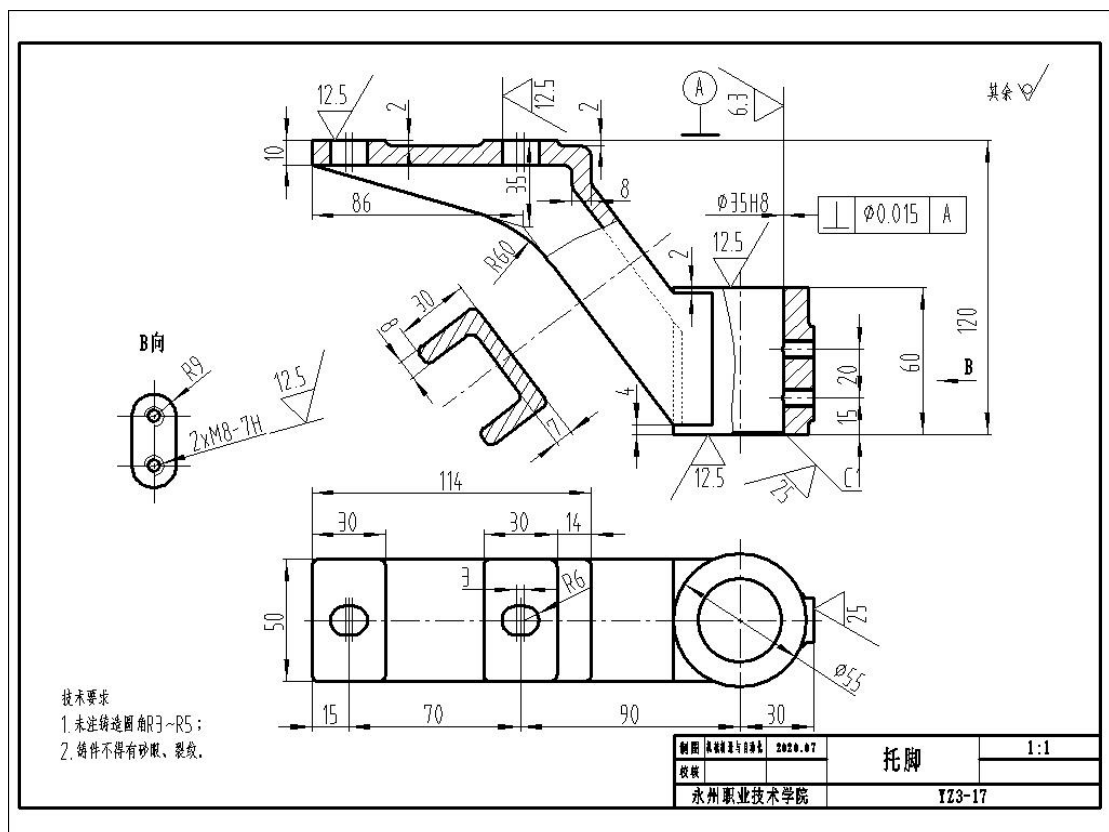

图 3-17 托脚零件图
**任务 1:** 识读托脚零件图 (如图 3-17 所示), 根据零件图要求, 利用三维设计软件正确绘制草图, 选择合适的特征建模方法完成零件三维造型;